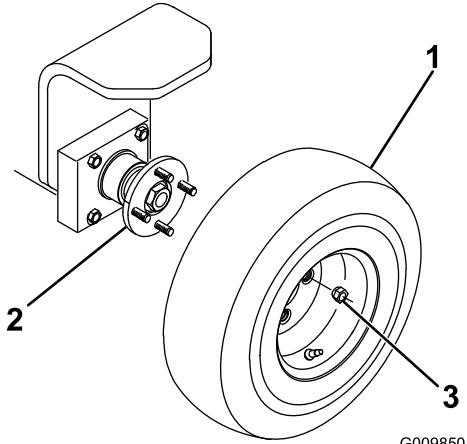

Figura 2
- Monte el conjunto de la rueda sobre el cubo de la rueda trasera (Figura 2).
- Instale las tuercas de las ruedas (Figura 2) y apriételas a 61–88 Nm).